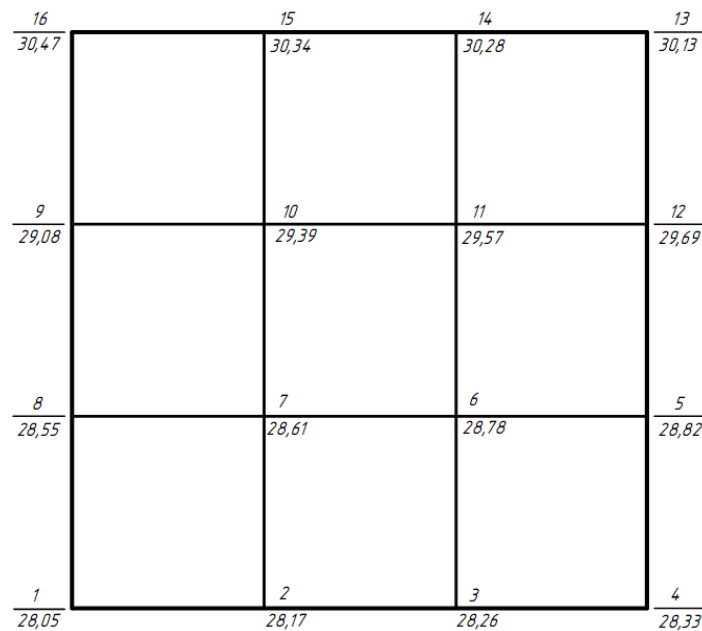

Рисунок 1 Схема нивелирования площадки по квадратам
14. По данным схемы нивелирования площадки по квадратам (рисунок 1) необходимо: